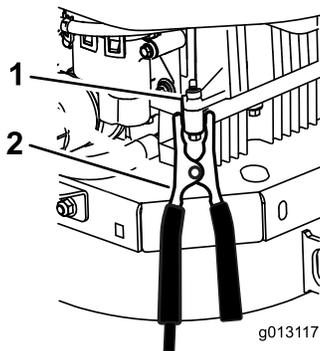

Bild 51
- Stellen Sie die letzte Verbindung am **Motorblock** (nicht am Minuspol) des nicht anspringenden Fahrzeugs, von der Batterie entfernt, her und treten Sie zurück (Bild 51).